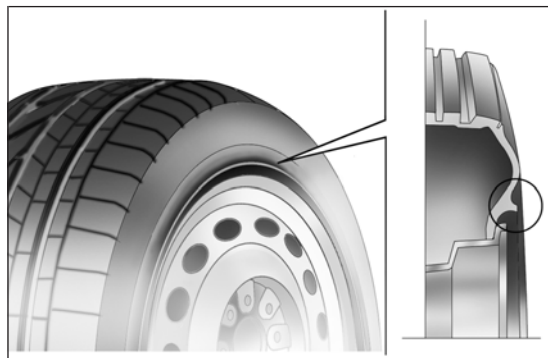

fig. 181
*Nel caso di utilizzo di coppe ruota integrali fissate (mediante molla) al cerchio in lamiera e pneumatici non di primo impianto, after sale, dotati di "Rim Protector" (fig. 181), **NON** montare le coppe ruota. L'uso di pneumatici e coppe ruota non idonei potrebbe portare alla perdita improvvisa di pressione del pneumatico.*